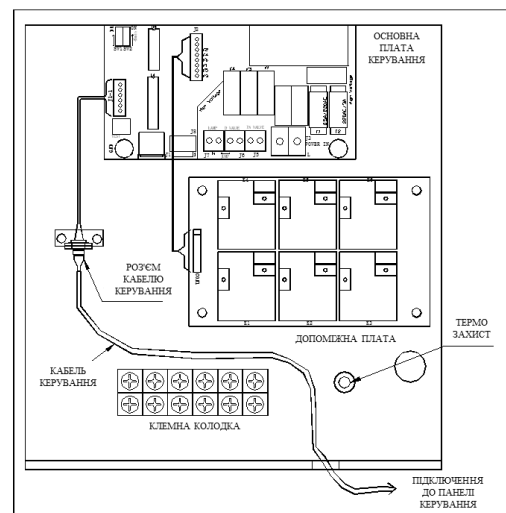

Рисунок 3
- зніміть U-подібну кришку на задній частині парогенератора, протягніть кабель керування через кабельний затискач у нижній частині корпусу та підключіть його до роз'єму контролера на основній платі керування. (Див. рис. 3.)